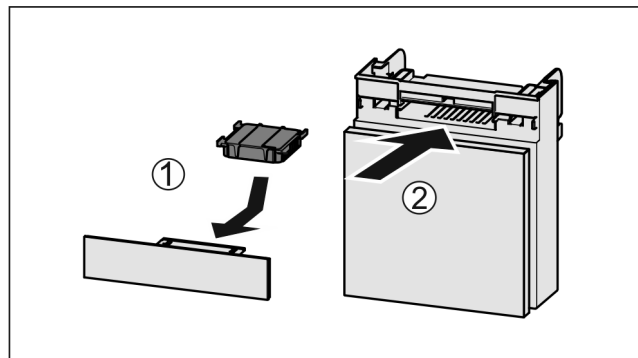

Fig. 273
- Inserire il vano Fig. 273 (2).